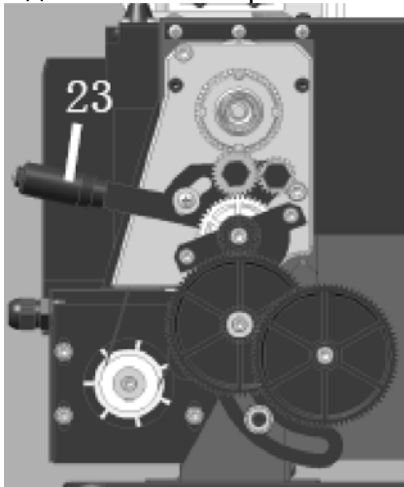

Рис.2
Зубчатый механизм, показанный на Рис. 2, передает вращение винту подачи. Винт подачи работает, как червяк, и во время эксплуатации рукоятки автоподачи (12), которая крепится гайкой к винту подачи, передает вращение суппорту, а затем режущему инструменту. Таким образом, подача передается для нарезания резьбы и обточки. Частота вращения винта подачи и скорость режущего инструмента определяется конфигурацией коробки